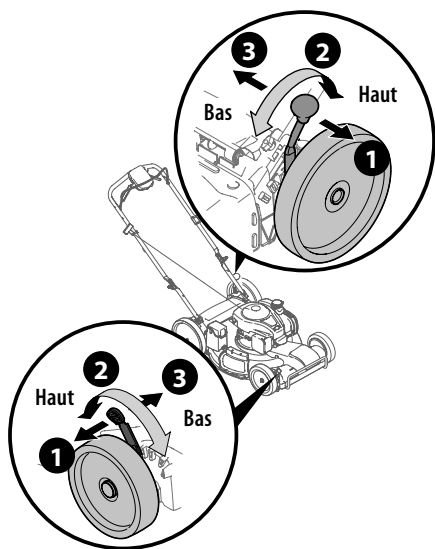

Figure 17
**NOTE:** Le levier de réglage des roues avant est situé sur la roue avant droite. Le levier de réglage des roues arrière est situé sur la roue arrière gauche. Voir Figure 17.